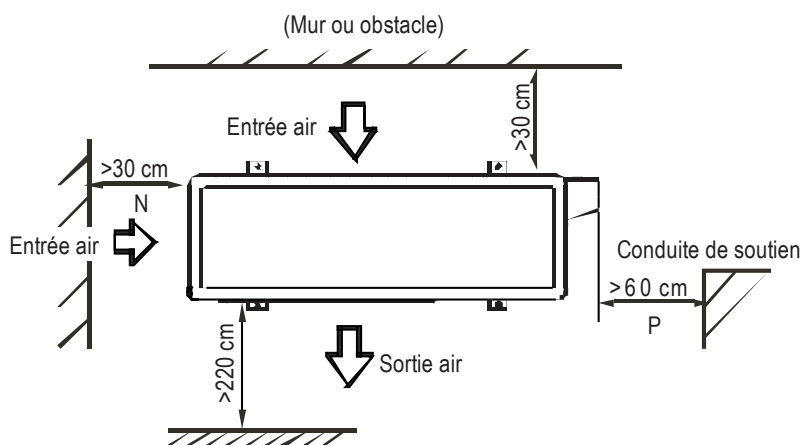

Fig. 6-2
- La distance minimale entre l'unité externe et les obstacles et décrit ci-dessus ne s'applique pas aux locaux sans ouvertures ou étanches. Laissez libres au moins 2 des 3 directions (Fig. 6-2).